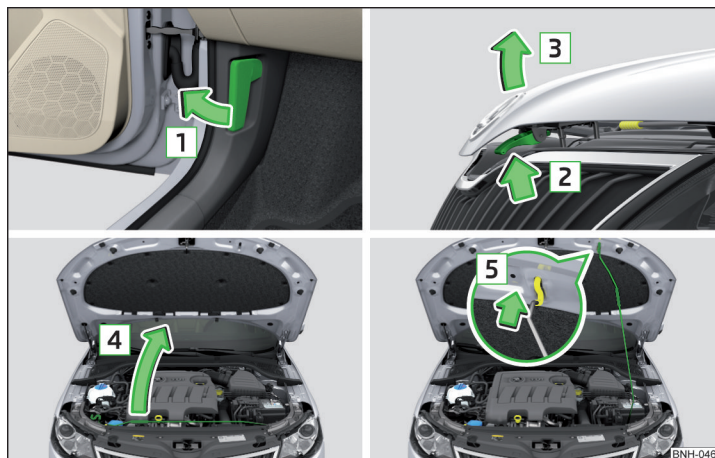

Fig. 125 Deschiderea capotei
- Trageți de maneta de deblocare de sub planșa de bord, în sensul săgeții **1** » fig. 125.
Nu ridicați niciodată capota motorului prin prindere de maneta de deblocare » fig. 125.